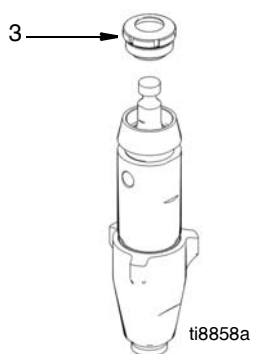

Рис. 13
11. (Рис. 13) Установите гайку уплотнения (3) на цилиндре и затяните рукой.